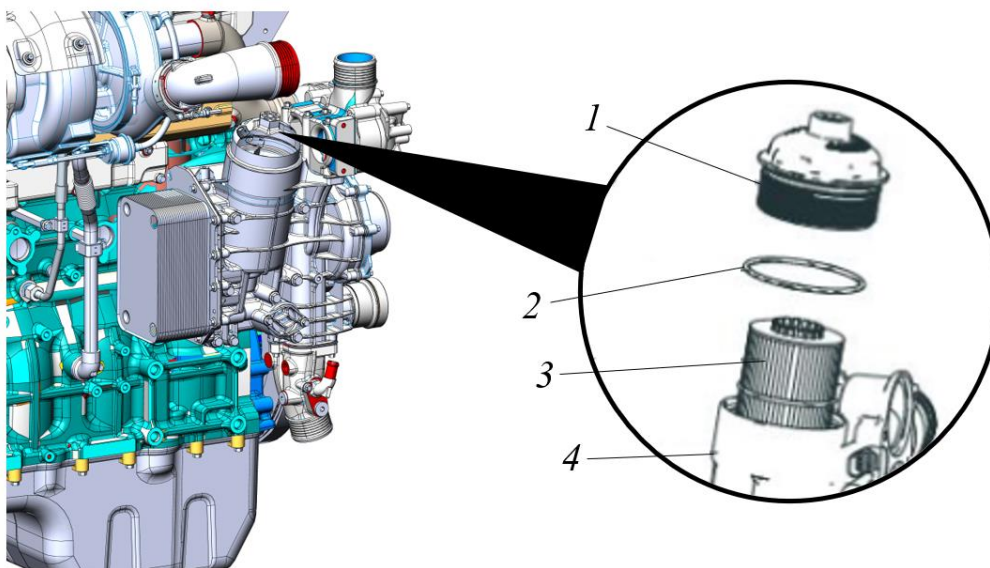

Рисунок 5.46. Расположение масляного фильтра на двигателе
- ▶ Ключом  на 34 выкрутите крышку фильтра 1 (рис. 5.46) примерно на 10-15 мм. Сбоку на крышке должно виднеться небольшое отверстие. Крышку фильтра в таком положении не снимать с корпуса 4 в течение 3-4 мин, дать стечь маслу с фильтра в поддон.